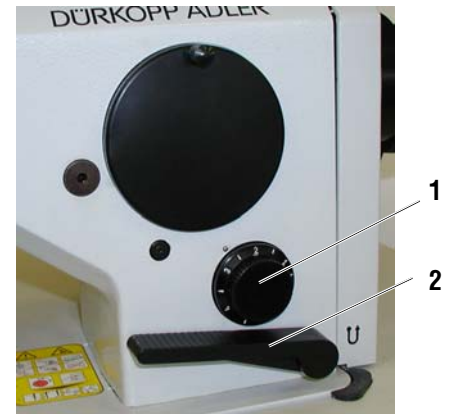

Abb. 4
7. Einstellung der Transportlänge (Abb. 4)